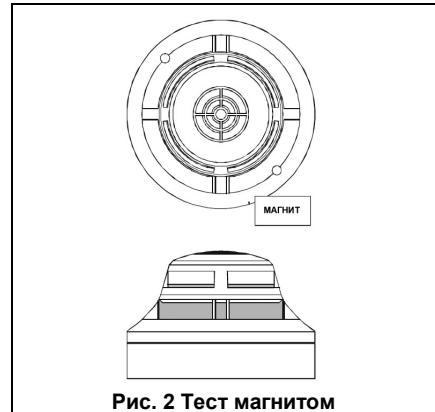

Рис. 2 Тест магнитом
- Поместите магнит М02-24 (в комплект поставки не входит) рядом с извещателем, как показано на рис. 2, на расстоянии примерно 2 см от светодиода. В этом месте на верхней стороне крышки извещателя имеется 2-х миллиметровая риска.